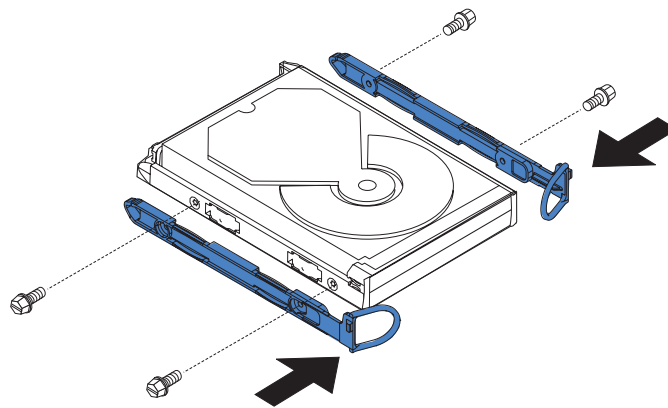

図 122. SAN ボリューム・コントローラー 2145-4F2 ディスク・ドライブへのレールの取り付け
8. ディスク・ドライブを別のものと交換する場合は、新しいディスク・ドライブに同梱のレールとねじを見つけます。図 122 に示すように、レールをディスク・ドライブに取り付けます。